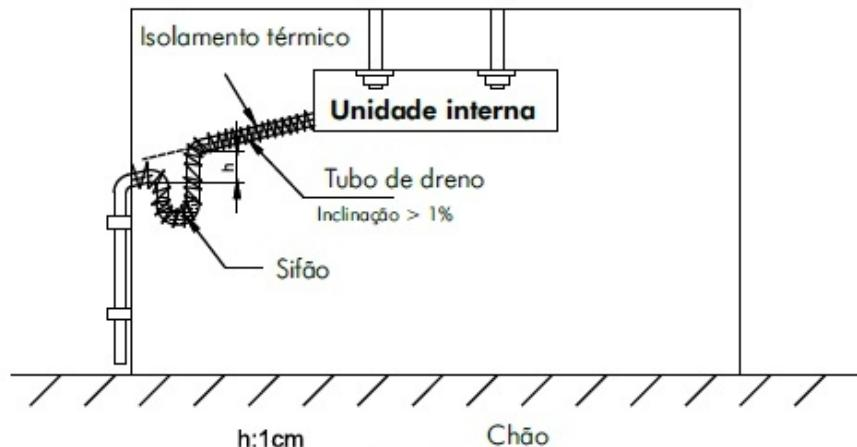

Fig. 12
- \* Depois que o tubo de dreno for instalado, um teste de vazamento deve ser feito. Assegure-se de que não haja vazamento e que o dreno esteja regular. (Consulte a Fig. 12).